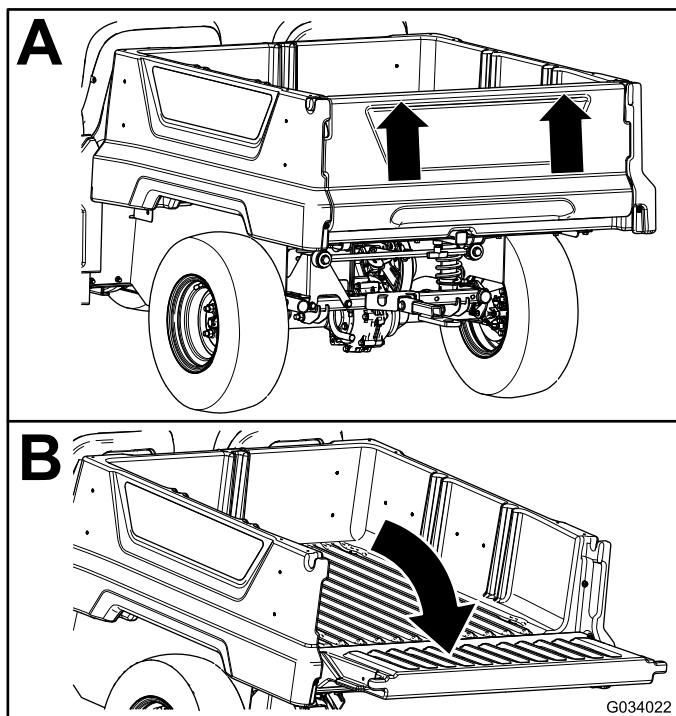

Figura 15
2. Utilizzando entrambe le mani, sollevate la sponda posteriore utilizzando il bordo vicino alla parte superiore della sponda posteriore (Figura 15).
3. Abbassate la sponda posteriore in modo che sia a livello con la parte inferiore del pianale (Figura 15).